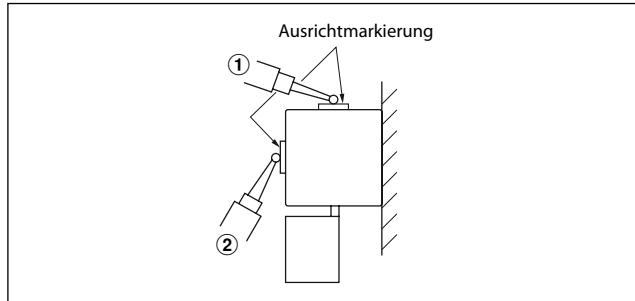

Abb. 3-7 Prüfung der Parallelität zwischen Maßstab und Maschinentischbewegung
(4) Messung der Parallelität des Maßstabs zur Bewegung des Maschinentisches
Eine Tastermessuhr direkt an der Stelle ansetzen, wo sich die Ausrichtmarkierung (1) in der folgenden Abb. 3-7) an der Seite des Maßstabs befindet, und prüfen, ob der Maßstab einwandfrei parallel zur Bewegung des Maschinentischs eingebaut ist.
Die Meßuhr auf das jeden Ausrichtmarkierung setzen, wie in ② in Abb. 3-7, um die Parallelität zu messen und den Unterschied in das Ablesen zwischen die Ausrichtmarkierungen zu innerhalb von 0,15 mm ausrichten. Bei Maßstäbe mit einer mittleren Fußplatte (Messlänge 1250 bis 1600 mm) muss sichergestellt werden, dass die Parallelität in der Nähe dieser Fußplatte ebenfalls 0,15 mm nicht überschreitet.